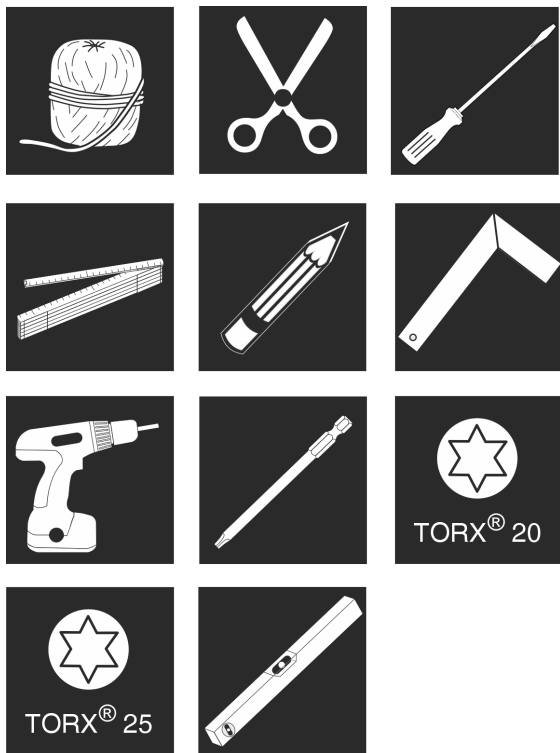

Fig. 9
1. Hav værktøj parat. Fig. 9 ()